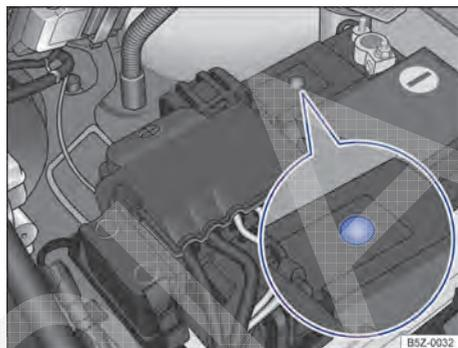

Fig. 171 No compartimento do motor: exemplo de posição do visor no lado superior da bateria do veículo.
- O visor redondo → Fig. 171 na parte superior da bateria do veículo muda de cor conforme o nível do eletrólito.